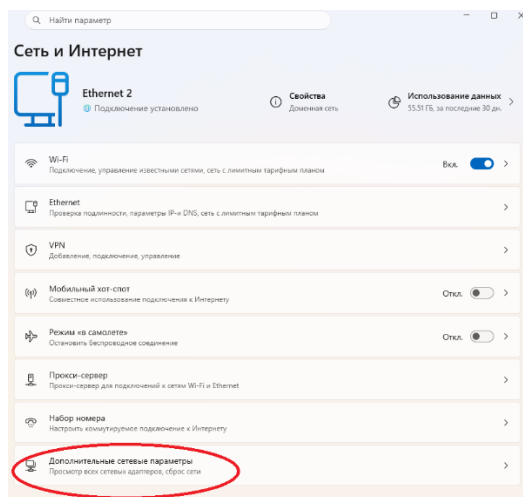

Рис. 1.2 Открытие меню «Дополнительные сетевые параметры»
- открыть меню «Дополнительные сетевые параметры» (рис. 1.2).